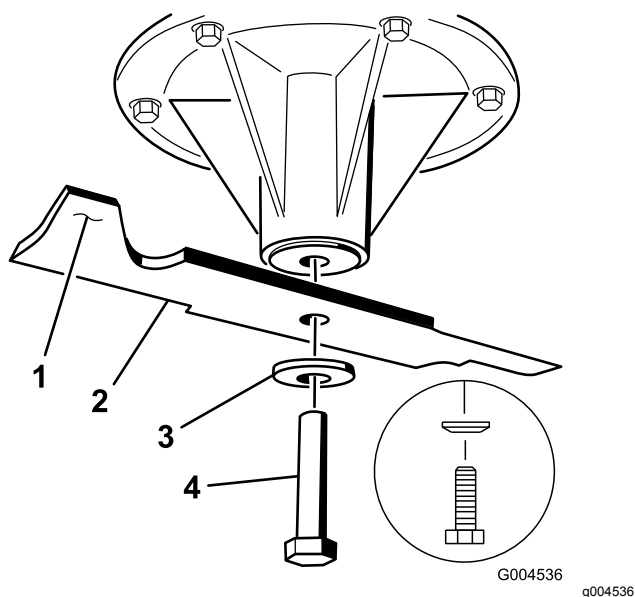

Figura 102
2. Retire el perno de la cuchilla, la arandela curva y la cuchilla del eje (**Figura 102**).